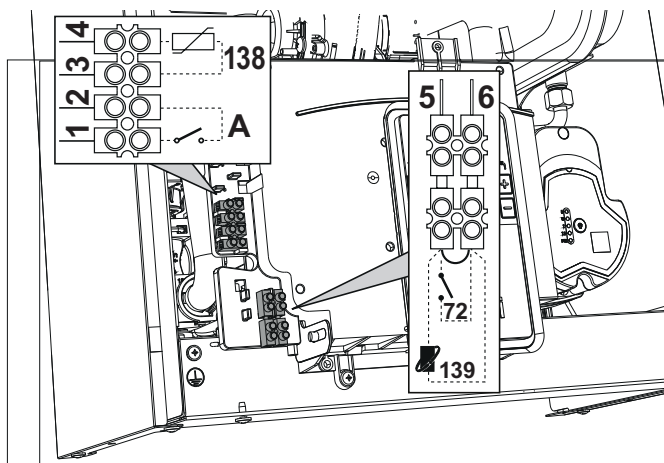
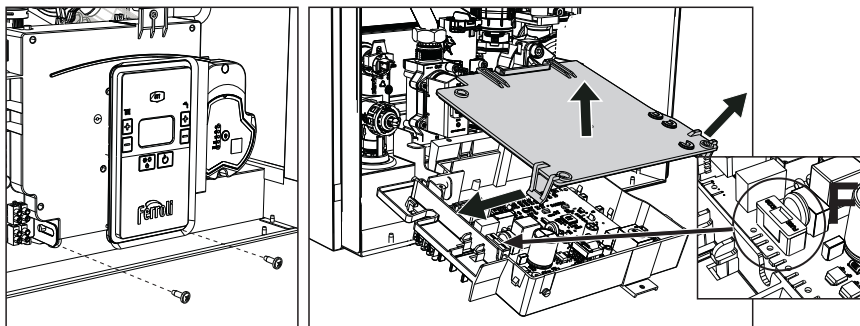

fig. 19
fig. 20
Dopo aver tolto il pannello frontale (sez. "Apertura del pannello frontale" a pag. 35) è possibile accedere alle morsettiera (M) e al fusibile (F) seguendo le indicazioni descritte di seguito (fig. 19 e fig. 20). **I morsetti indicati nella fig. 20 devono essere a contatti puliti (non 230V).** La disposizione dei morsetti per i diversi allacciamenti è riportata anche nello schema elettrico alla fig. 47.
Configurazione Interruttore ON/OFF (A fig. 20)